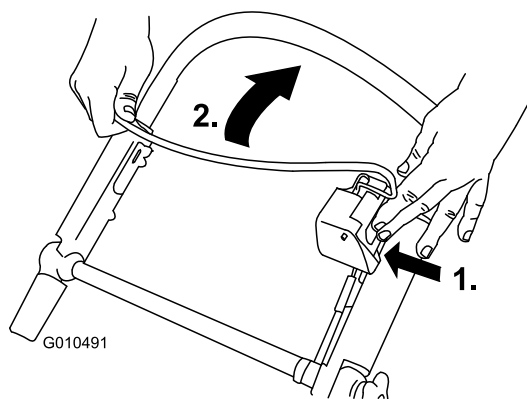

Figure 20
2. Tournez le levier du robinet d'arrivée de carburant en position ouverte (Figure 20).
1. Appuyez sur le bouton de commande de la lame et serrez la barre de commande contre le guidon (Figure 20).